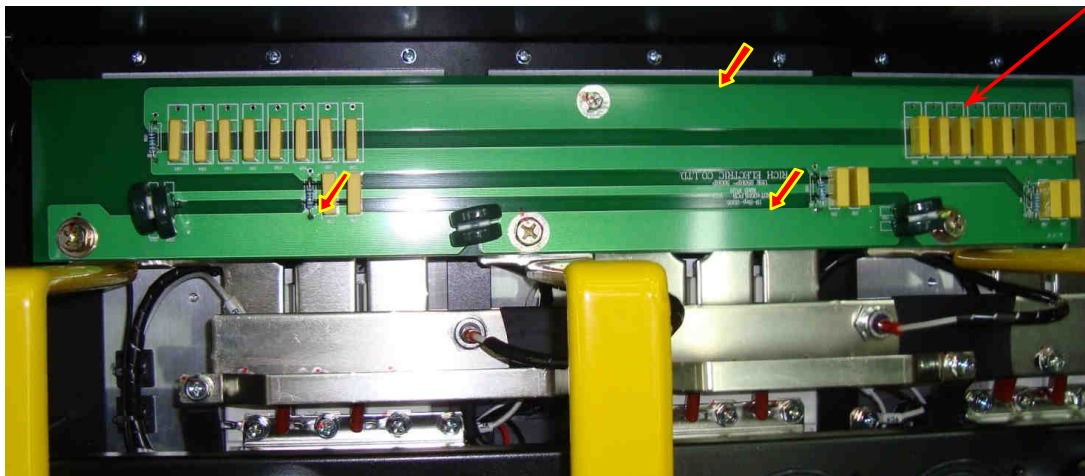

Рис. 6.7.
6.6.1. Выкрутить четыре винта и демонтировать плату варисторов (рис. 6.7). Винты и плату положить в тару.